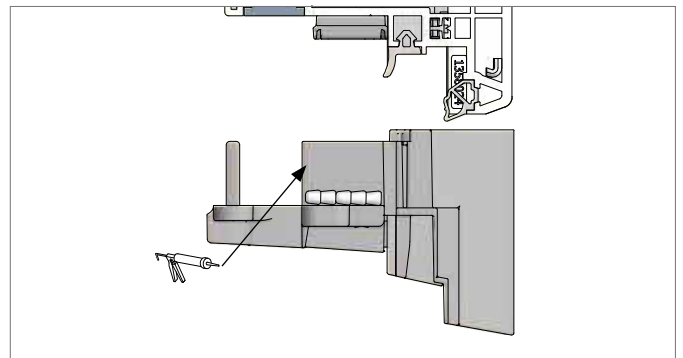
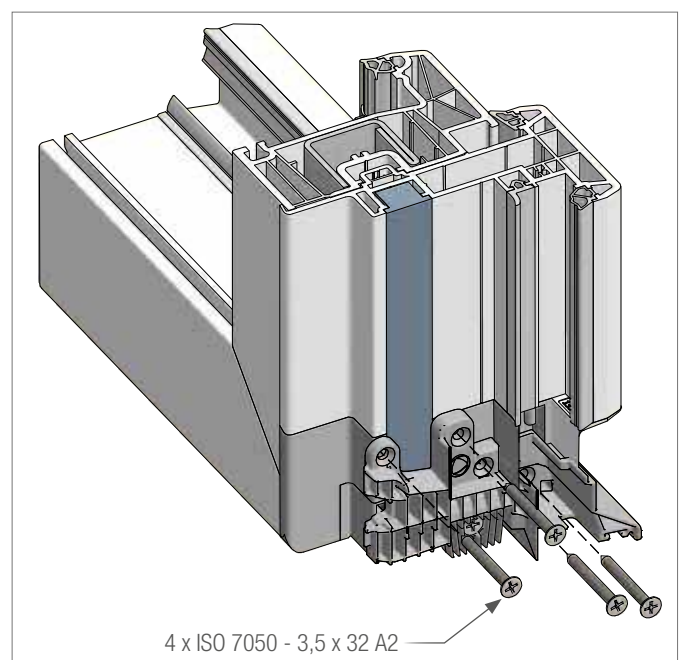

Abb. 15: Montage der Stulpendkappe Wetterschenkel - Abdichtung
Abb. 16: Montage der Stulpendkappe Wetterschenkel, 1358237/1358238
- Anschließend die Endkappe 1358237/1358238 zum Adapterprofil hin abdichten (Silikonraupe an der Stulpendkappe gem. Abb. 15) und mit den Edelstahlschrauben montieren (Abb. 16).